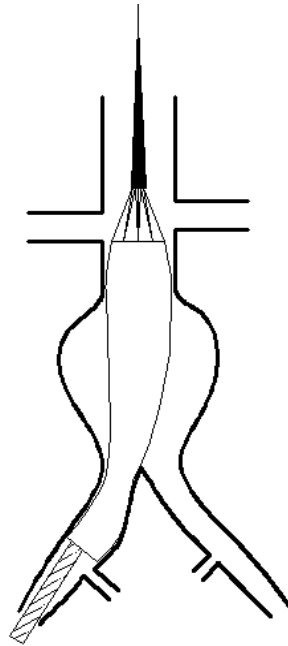

Fig.5 Retirar la vaina exterior
5.10 Implementar la Prótesis Artificial para Vasos Sanguíneos mediante la retirada de la vaina exterior. Asegúrese de mantener la varilla de empuje estacionario **(Fig. 5)**